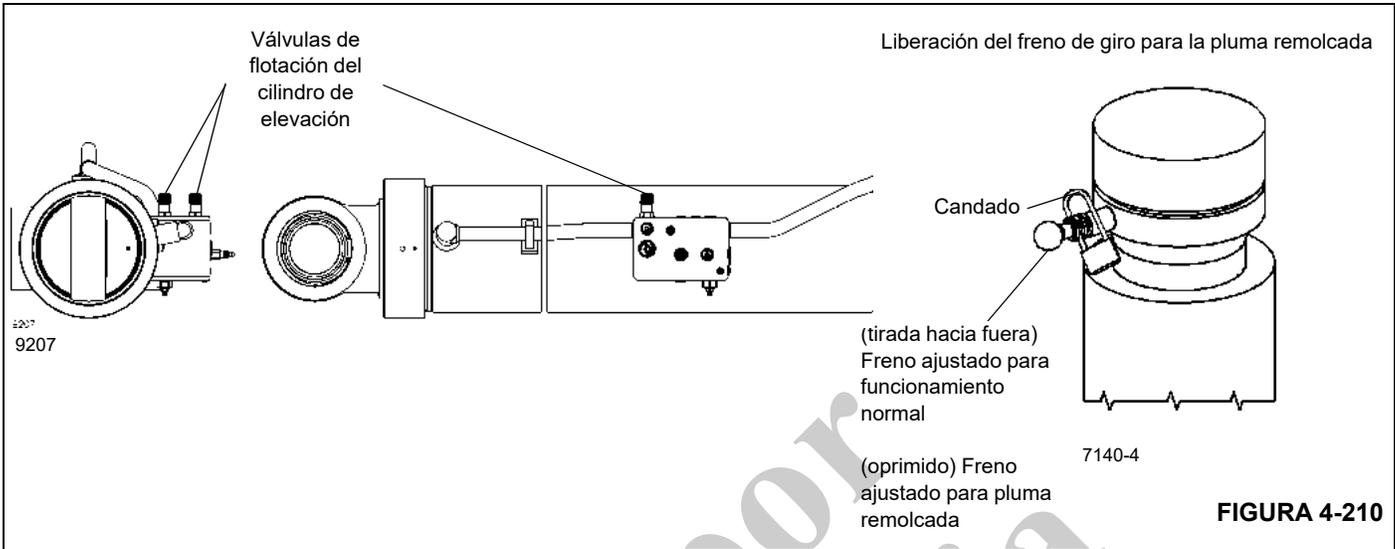

FIGURA 4-210
11. Gire las válvulas de flotación del cilindro de elevación en sentido contrahorario para abrirlas para el funcionamiento del remolque de la pluma, como se muestra en (Figura 4-210).